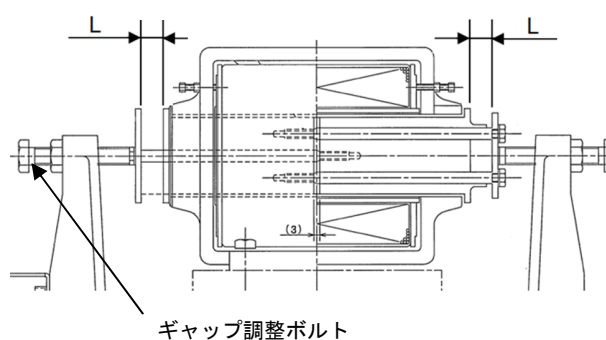

図 3 プランジャーストローク寸法
- (1) ブレーキを閉じた状態でプランジャーストローク寸法 (L) を測定してください。(図 3)